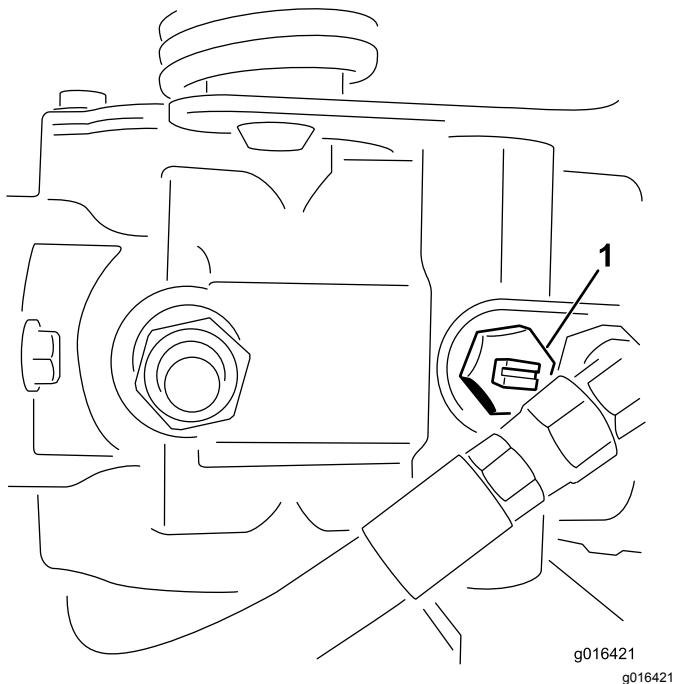

图33
1. 找到并旋转泵上的旁通阀、使槽处于垂直位置(图33)。
2. 启动发动机之前、旋转旁通阀、使槽处于水平位置、这样就可以关闭旁通阀 (图33)。